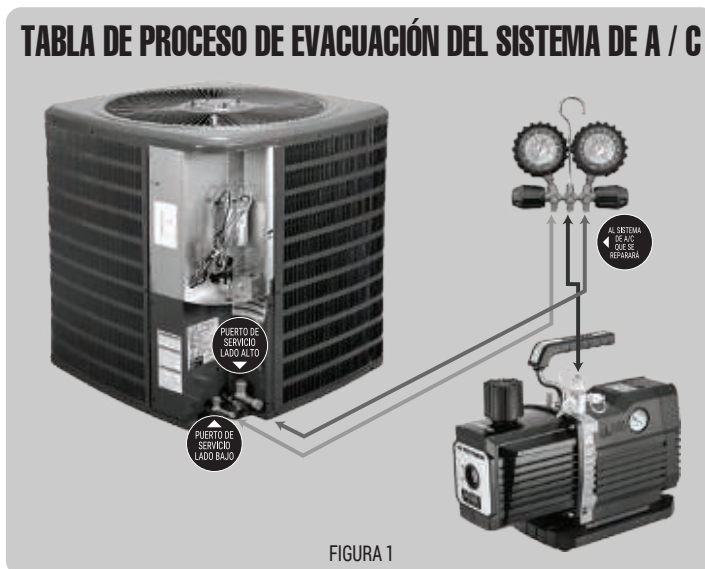

FIGURA 1
3. Conecte la bomba de vacío como se muestra en la Figura 1.